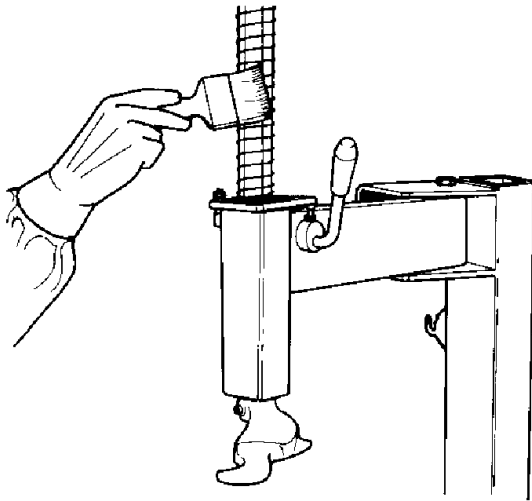

Fig.27
**A.** Limpiar periódicamente la barra hexagonal vertical con detergente líquido no inflamable. Después, lubricar inmediatamente con un aceite de lubricación ligero (Fig. 27).